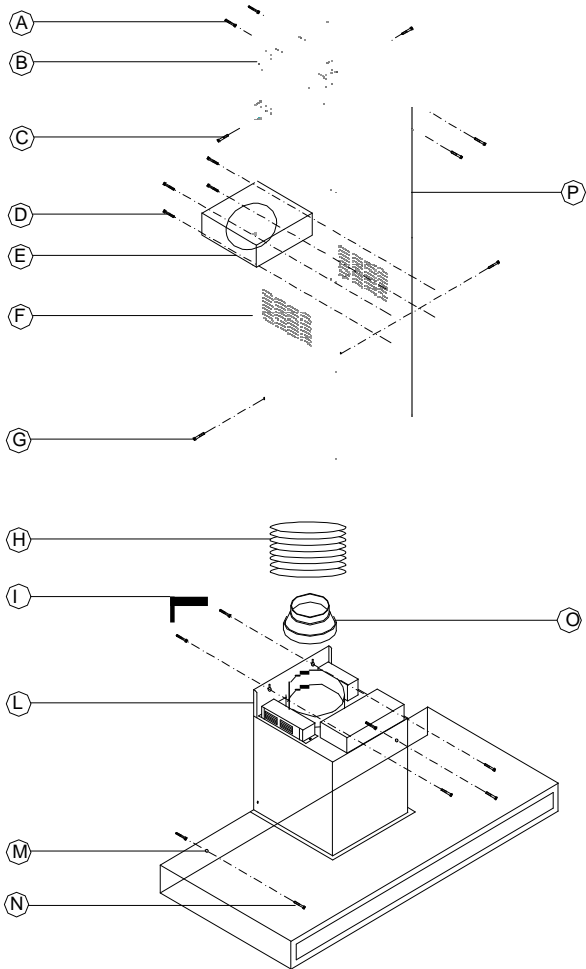

Fig.5
- 2) Fissare la cappa al muro (Fig. 5/L) utilizzando le due viti e i due tasselli in dotazione (Fig. 5/L).
- 3) Montare il raccordo di riduzione 4"47/64 – 5"29/32 (120/150mm) (Fig.5 O) qualora il tubo di scarico fosse 5" 59/64 (Ø125mm)
- 4) Fissare con due viti e due tasselli (Fig.5/N) il corpo della cappa nella parte inferiore della stessa (Fig.5/M).
Utilizzare preferibilmente un tubo 5"29/32 (Ø150mm) oppure 5" 59/64 (Ø125mm) possibilmente flessibile (Fig.5/H) e fermarlo con una fascetta stringi tubo. Collegare il tubo di evacuazione alla condotta esterna e fissarlo con una fascetta stringi tubo. Non montare i filtri a carbone attivo.
Fissare la staffa ancoraggio a parete(Fig.5/B) all'altezza desiderata utilizzando tasselli e viti in dotazione(Fig. 5/A).
Infilare il tubo telescopico superiore(Fig.5/P) all'interno del tubo telescopico inferiore(Fig.5/F). Posizionare il tubo telescopico inferiore sul corpo cappa. Sollevare verso l'alto il tubo telescopico superiore e fissarlo alla staffa utilizzando le viti in dotazione (Fig.5C). Fissare il tubo telescopico inferiore al corpo della cappa (Fig.5/G).
Montare il raccordo T(Fig.5/E) nel tubo telescopico inferiore con le viti in dotazione(Fig.5/D)